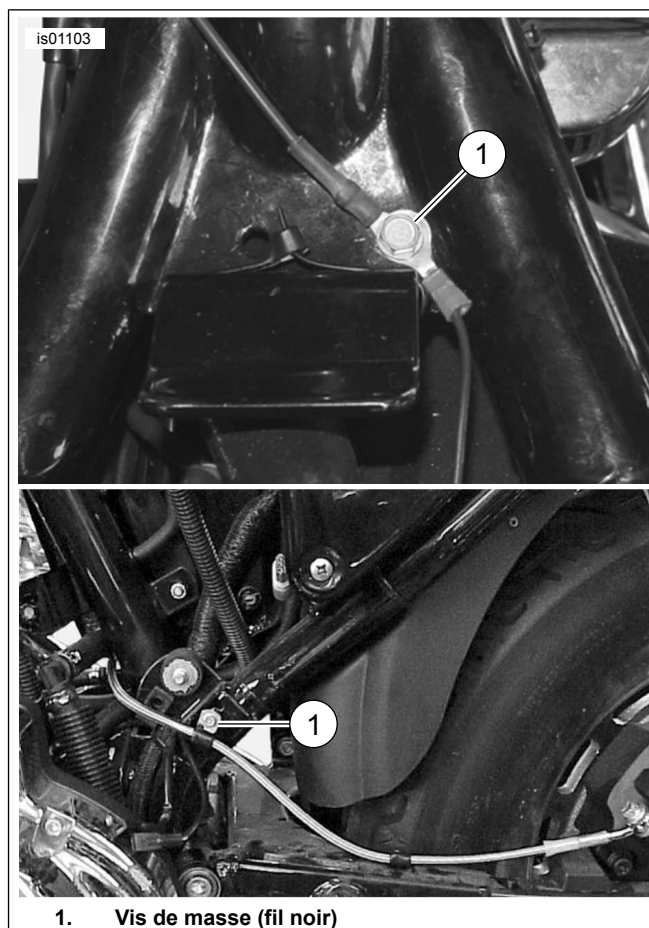

Figure 4. Connexions à la masse (modèles Sportster)
3. Voir Figure 4. Retirer la vis de masse (1) située :